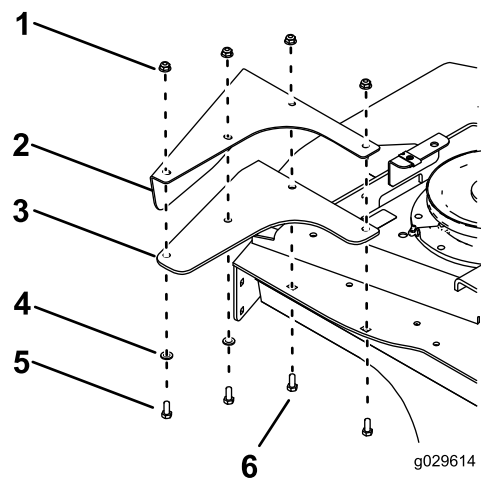

Figura 13
8. Monte a proteção do pé esquerdo e um defletor à parte de cima e lateral da plataforma. Utilize dois parafusos de carroçaria de 5/16" x 7/8", dois parafusos de carroçaria de 5/16" x 3/4", duas anilhas e quatro porcas de 5/16", tal como se ilustra na Figura 13.